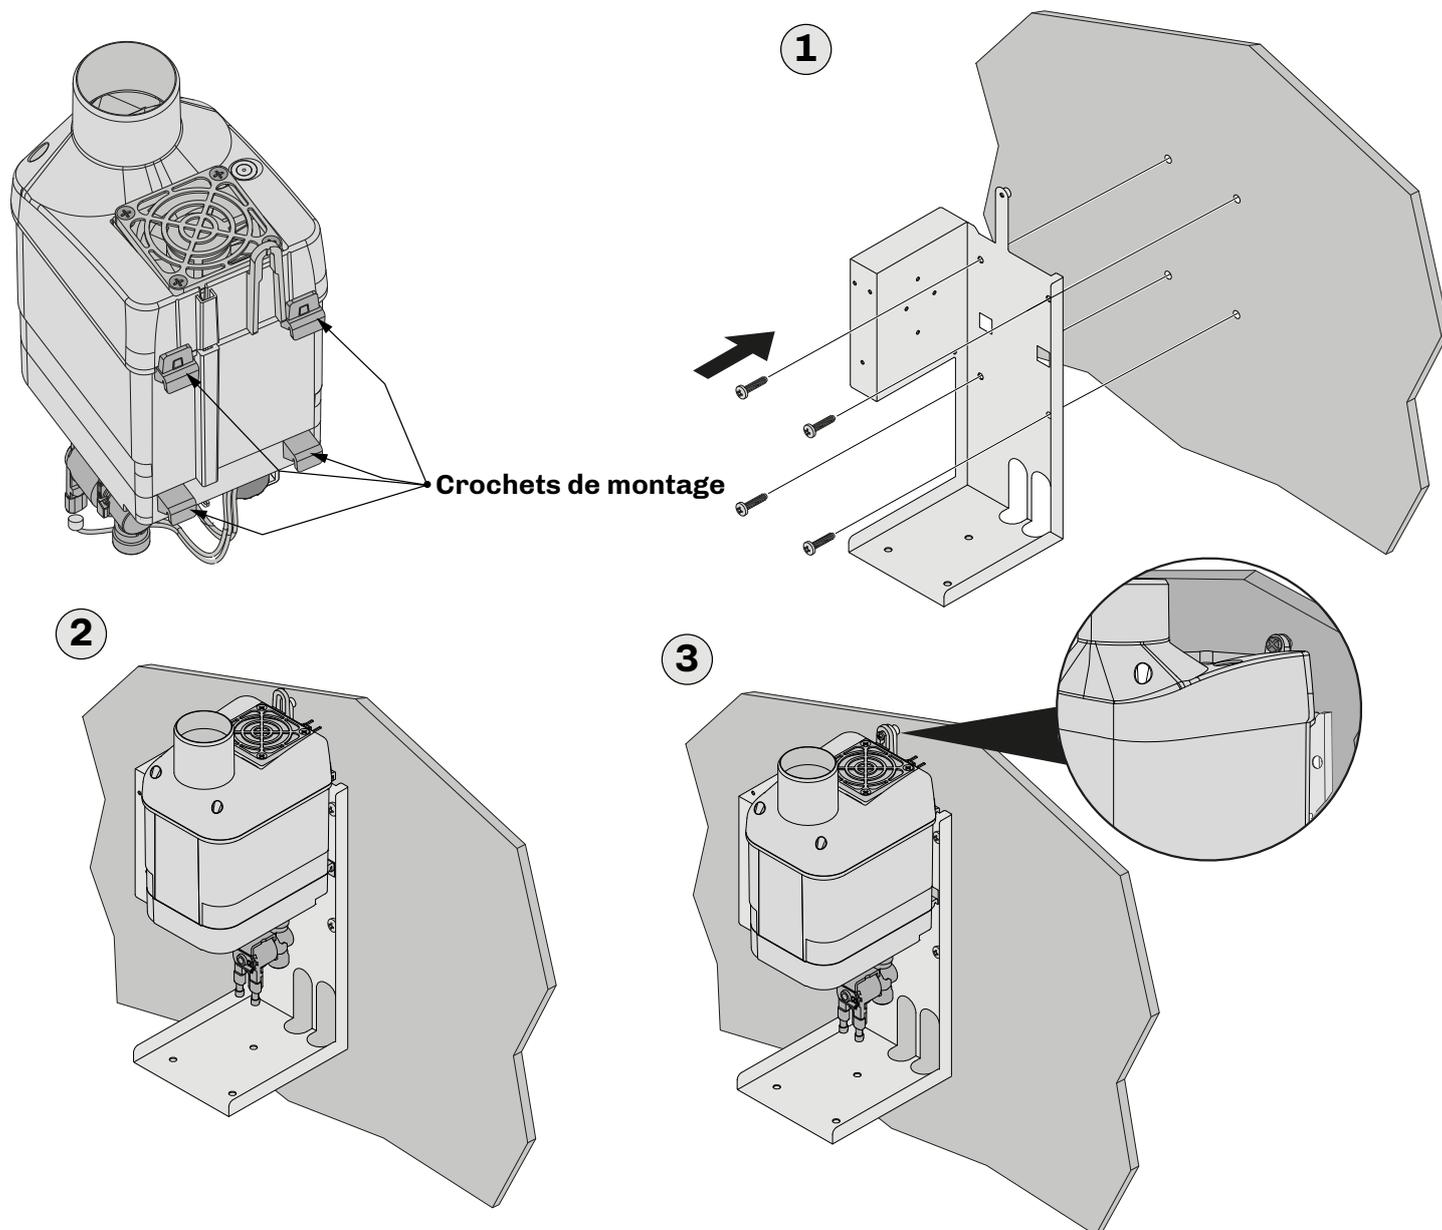

Fig. 9. Instructions de montage du boîtier au mur
- Fixer le boîtier au mur en suivant les instructions fournies sur l'illustration « **FIG. 9. INSTRUCTIONS DE MONTAGE DU BOÎTIER AU MUR** » PAGE 21 et les dimensions des trous et du boîtier indiquées au sous-chapitre « **4.3.2 DIMENSIONS MISTRAL AVEC BOÎTIER** » PAGE 15 (1) ;
- Accrocher l'humidificateur **Mistral** au boîtier, en veillant à ce qu'il soit bien fixé (2) ;
- Fixer l'humidificateur au mur sur lequel est monté le boîtier en métal en utilisant une vis M4 à tête plate, adaptée au mur de fixation (3).